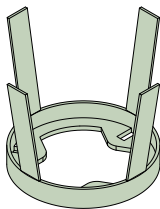

Figura 1
No utilice el agitador extra (figura 1) en abonos granulados (3) y simientes para no causar daños en estos productos.